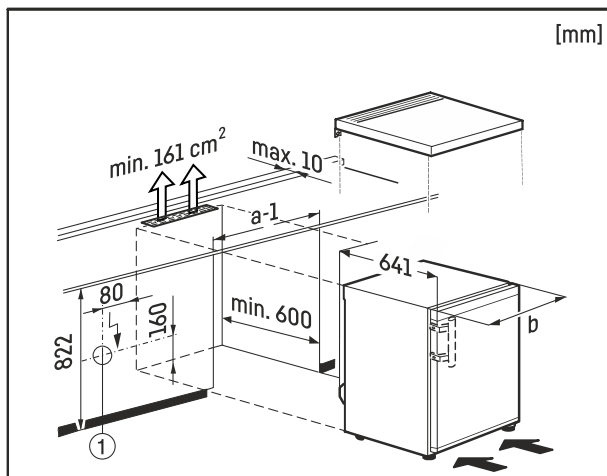

Fig. 8
Pistorasian Fig. 8 (1) on tällöin oltava laitteen takasivun ulkopuolella ja siihen on päästävä helposti käsiksi.